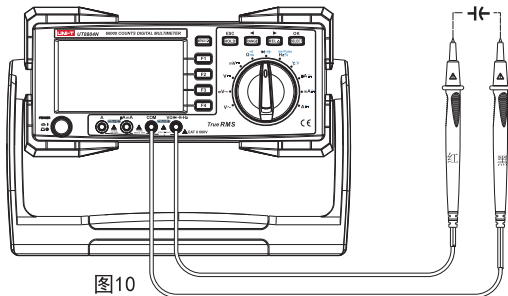

图10
- (1) 将红表笔插入" $\blacktriangleright$ "插孔，黑表笔插入"COM"孔。
- (2) 将仪表的旋转开关转到" $\blacktriangleright \leftarrow$ "测量档，按SELECT键选择电容测量档，如图10, 将表笔并联到被测电阻二端上。